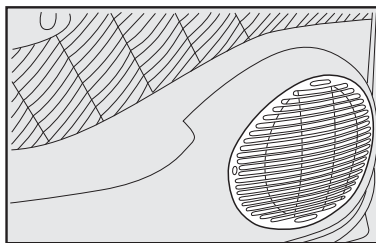

fig. 70
- alto-falantes na porta dianteira **fig. 70**.